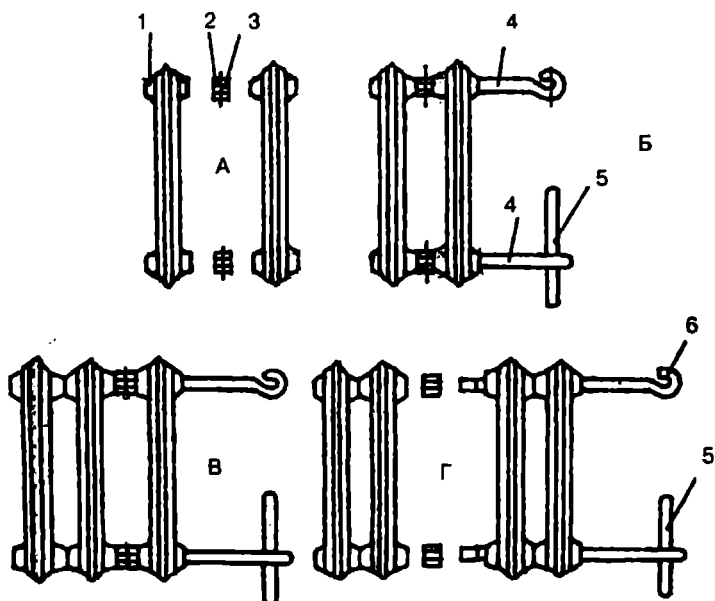

Рис. 57. Группирование секций радиаторов:
1. Группирование секций (рис. 57, 58)